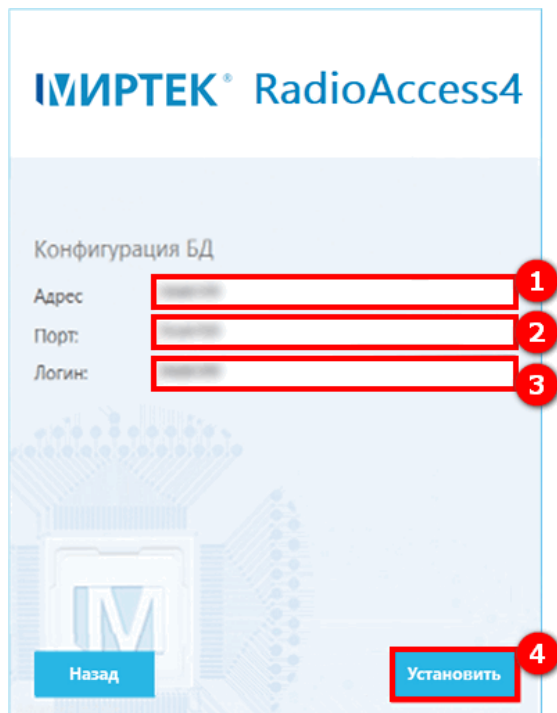

Рисунок 35 – Окно установки версии RadioAccessPostgreSQL
Далее необходимо указать данные базы данных **PostgreSQL**, которая будет использована для программного комплекса **RadioAccess 4 (РадиоАксесс 4)** (1) (см. рисунок 35). Ввести данные в поля: **Адрес** (2), **Порт** (3) и **Логин** (3) администратора сервера СУБД, и нажать кнопку **Установить** (4).